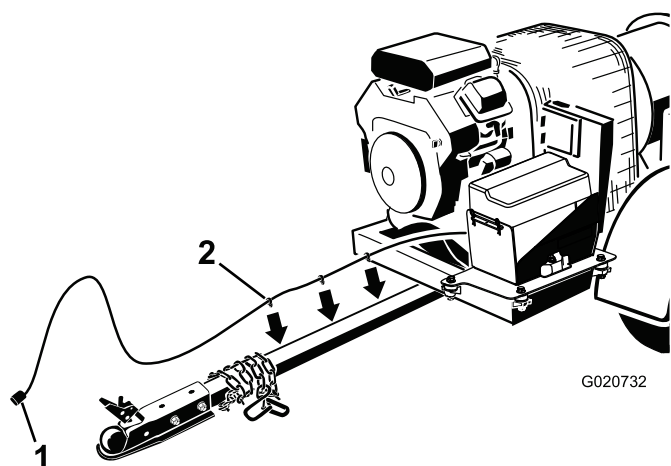

Рисунок 6
3. Проложите жгут проводов вдоль правой стороны трубы сцепного устройства (Рисунок 6).
4. Вставьте хомуты жгута проводов в отверстия на боковой стороне трубы сцепного устройства для фиксации жгута проводов (Рисунок 6).